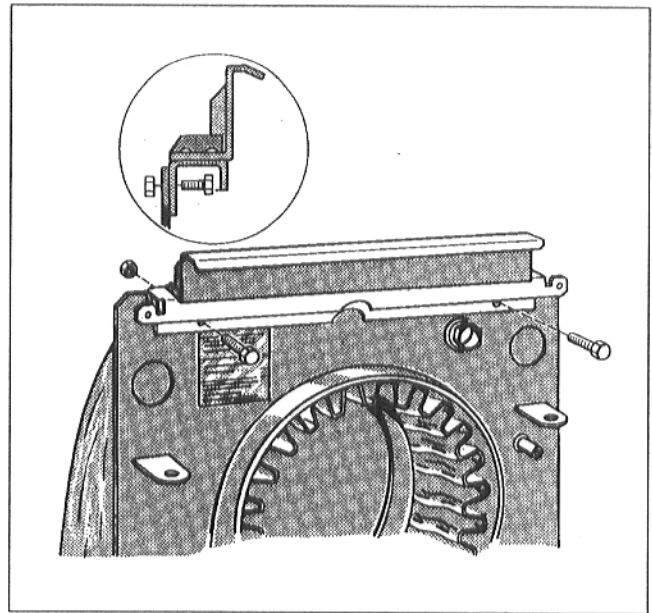
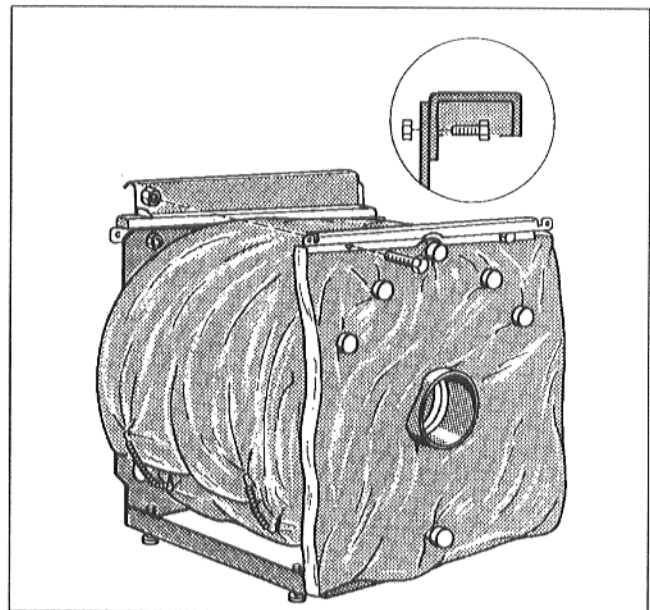

Fig. 7
Fig. 8
- Visser les traverses aux parties supérieures de la façade et de la paroi arrière du corps de la chaudière (Fig. 7 + Fig. 8).
Visser les traverses de maintien munies du rail-support à la façade avant (Fig. 7).
- Placer l'isolation de la paroi arrière de manière à laisser les raccordements de la chaudière et les manchons d'évacuation des gaz de combustion dégagés (Fig. 8).